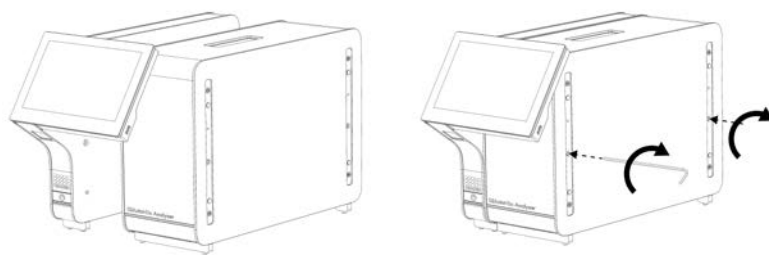

Рис. 6. Прикрепление рабочего модуля к аналитическому модулю.
3. Достаньте рабочий модуль из упаковочной коробки и прикрепите его к левой стороне аналитического модуля. Затяните винты с помощью инструмента для сборки узла «аналитический модуль – рабочий модуль», входящего в комплект поставки QIAstat-Dx Analyzer 1.0 (рис. 6).